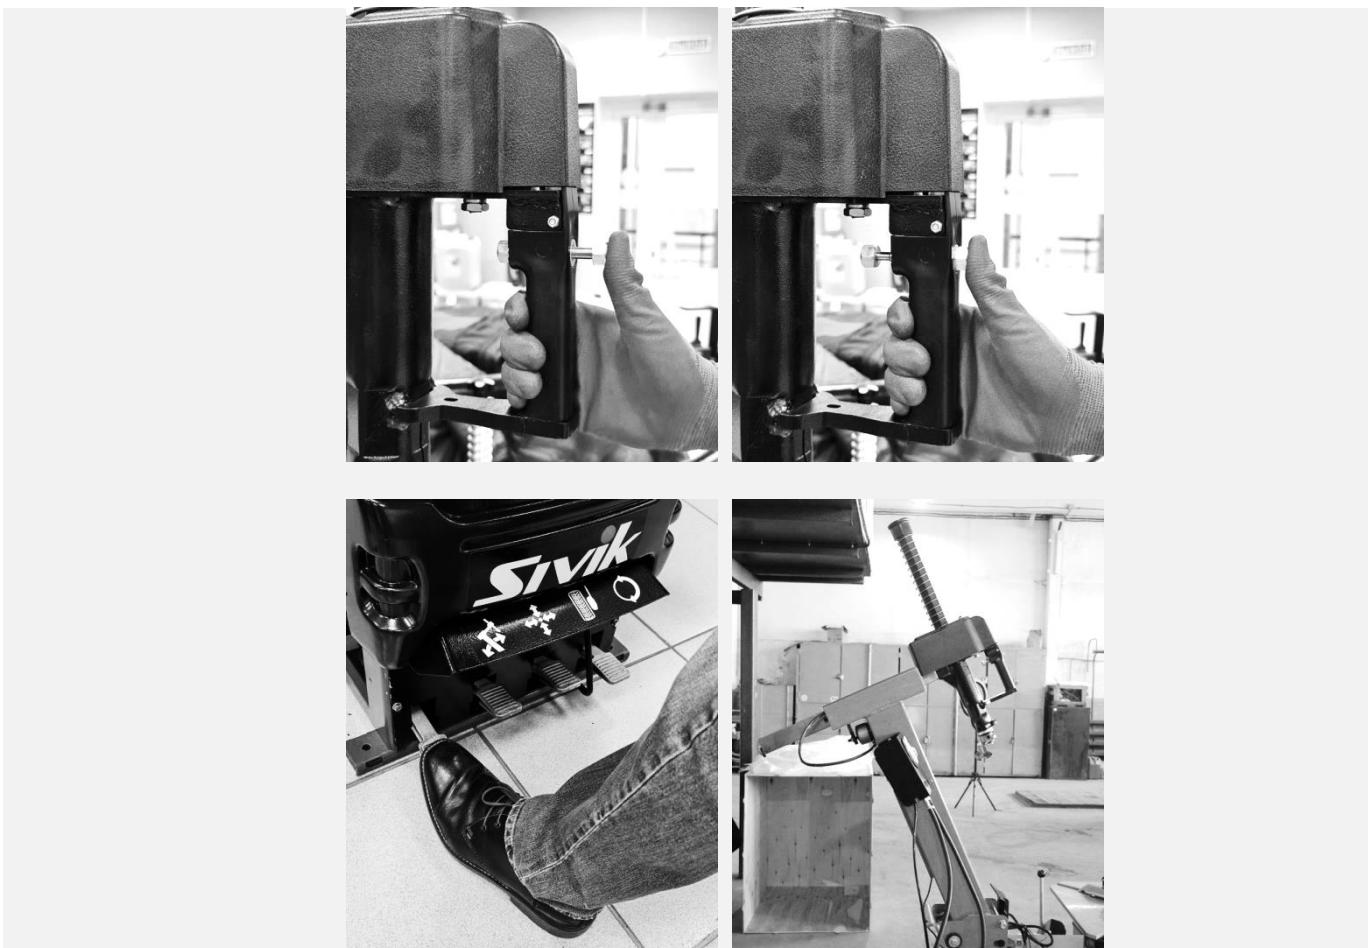

Рисунок 49
**9.3.2** Перевести монтажную головку в верхнее положение, нажав кнопку фиксатора монтажной головки. Откинуть монтажную колонну, нажав (см. Рисунок 49).